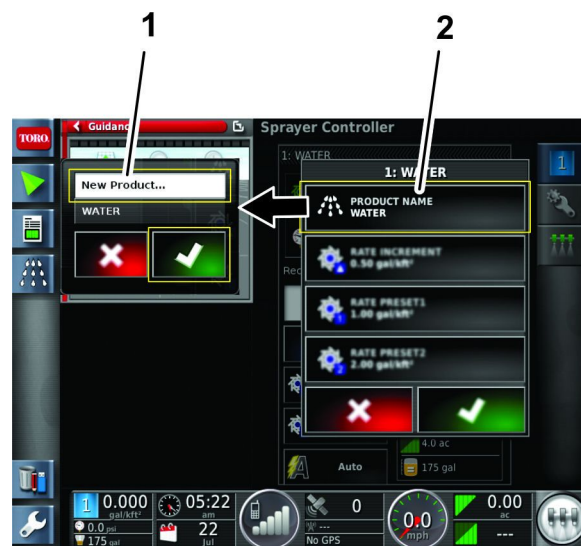

Figura 27
5. Na janela de configuração de produto, pressione o ícone de LISTA DE SELEÇÃO DE PRODUTO (Figura 27).
6. Pressione o ícone de NOVO PRODUTO... e pressione o ícone de Confirmar (Figura 27).